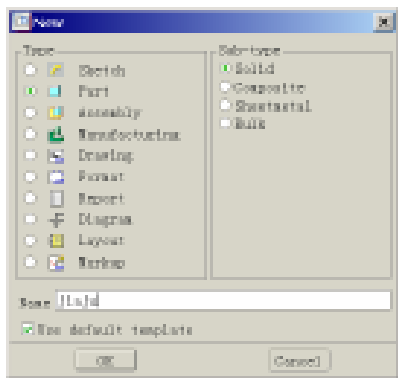

图 1-14 新建图形文件对话框
开始一项新工作时，用户有两件事情要做：(1) 建立一个新文件名；(2) 选取与新工作相对应的工作模式。具体方法如下：首先单击 Pro/ENGINEER 野火版界面主工具栏中的新建文件图标 ，此时系统自动弹出如图 1-14 所示的对话框。根据工作性质，选取相应的工作模式名称，如果有子工作模式，继续选取。工作模式选定后，可在文本框【Name】处输入文件的名称，名字的后缀部分由系统根据工作模式自动添加，也可接受系统给出的缺省名字，但此名字不直观，最好不用。用户自定义名字最好用意义相应的英文单词，这样可见名知义，方便以后的文件操作。另外，也可使用约定的编码方式，企业中常用此种方法。上述两步完成后，单击该对话框中的 **OK** 按钮，即可新建一个图形文件，并进入相应模式的工作环境。如图 1-14 所示是新建图形文件对话框，在该对话框中输入文件名后，单击 **OK** 按钮，用户即可进入 Pro/ENGINEER 野火版的零件设计环境，如图 1-15 所示。